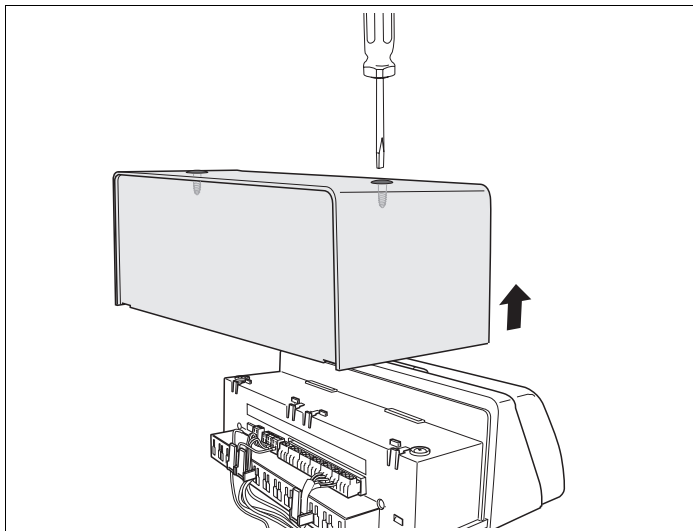

Abb. 5 Abdeckhaube abnehmen
- 2 Schrauben an der Oberseite der Abdeckhaube lösen (Abb. 5).